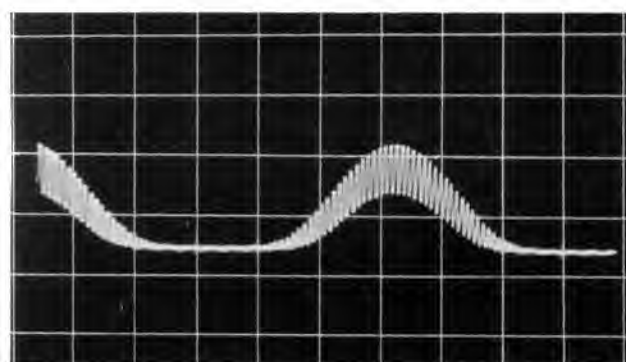

Bild 2 (ohne Baßabschwächer)
- Verringerung der Wirkung von Infraschall, der — meist von hohem Pegel — (Klimaanlagen, Schritte) den Arbeitspunkt des Mikrofonverstärkers in den nichtlinearen Bereich verschieben und Verzerrungen der Signalfrequenz bewirken würde (Bild 2 und 3).